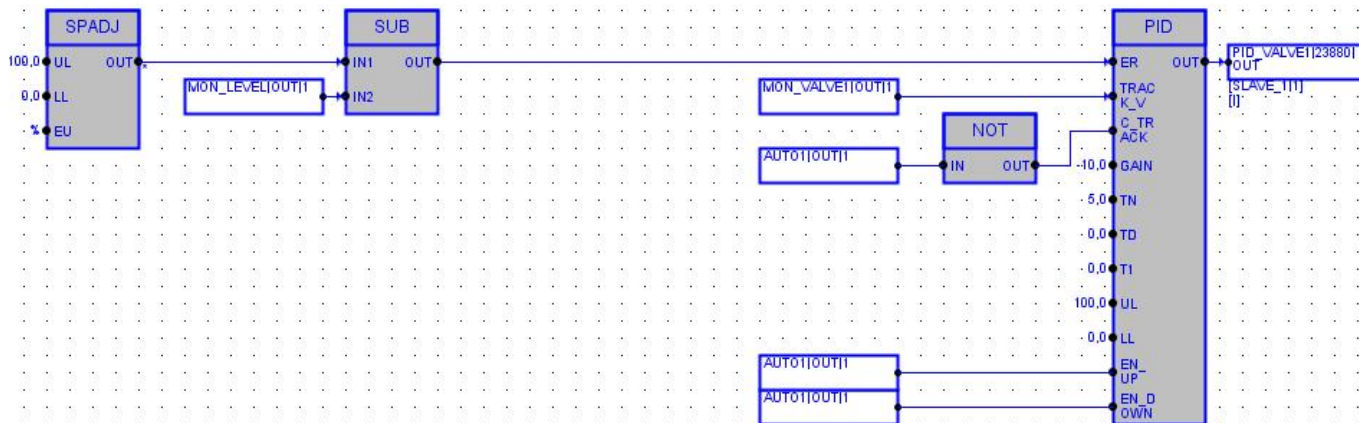

Рис. 6. ПИД-регулятор
1.3. ПИД-регулятор (см. рис. 6).